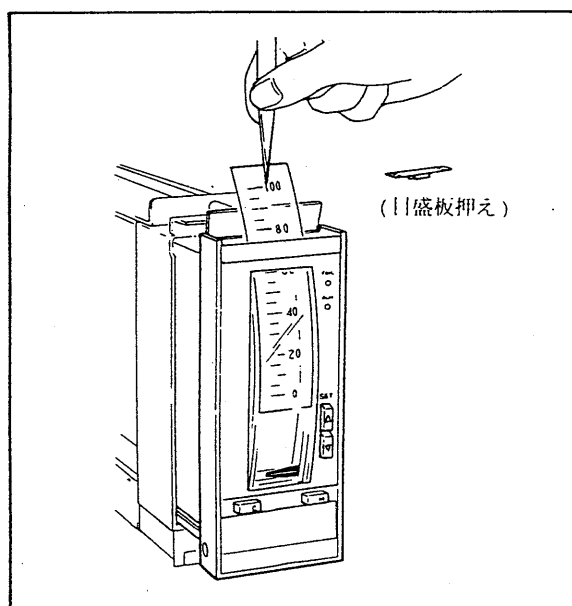

図 6.7 目盛板の交換
- (1) ハウジングより内器を少し引出してください。
- (2) 目盛板押えをピンセットで取出してから目盛板をピンセットにて引出してください(図 6.7 参照)。
- (3) 新規の目盛板を差込み、測定入力および設定値を 0%にしたとき、測定指針および設定指針が、目盛板の 0%を指示することを確認してください。